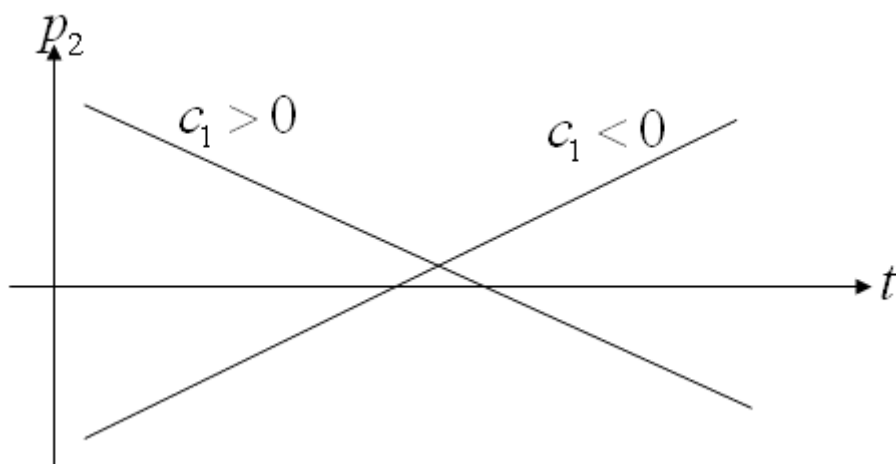

Rys.1. Zależność Hamiltonionu H od sterowania u dla różnych znaków p_2 .
Funkcję Hamiltonionu H^* w zależności od sterowania u , przedstawiono na rys.1., gdzie w zależności od znaku zmiennej sprzężonej p_2 , funkcja (9) osiąga maksimum. Tak więc sterowanie maksymalizujące Hamiltonian (9) to: